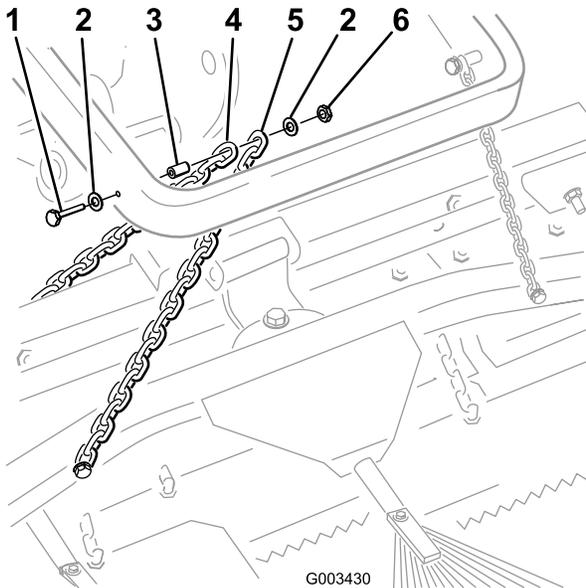

Figura 5
3. Fissate l'anello superiore di ciascuna catena di trasferimento sul retro del braccio di sollevamento per mezzo di un bullone (3/8 x 2-1/2 poll.), due rondelle (3/8 x 7/8 poll.), un distanziale e un dado flangiato (3/8 pollice) come illustrato nella Figura 5.